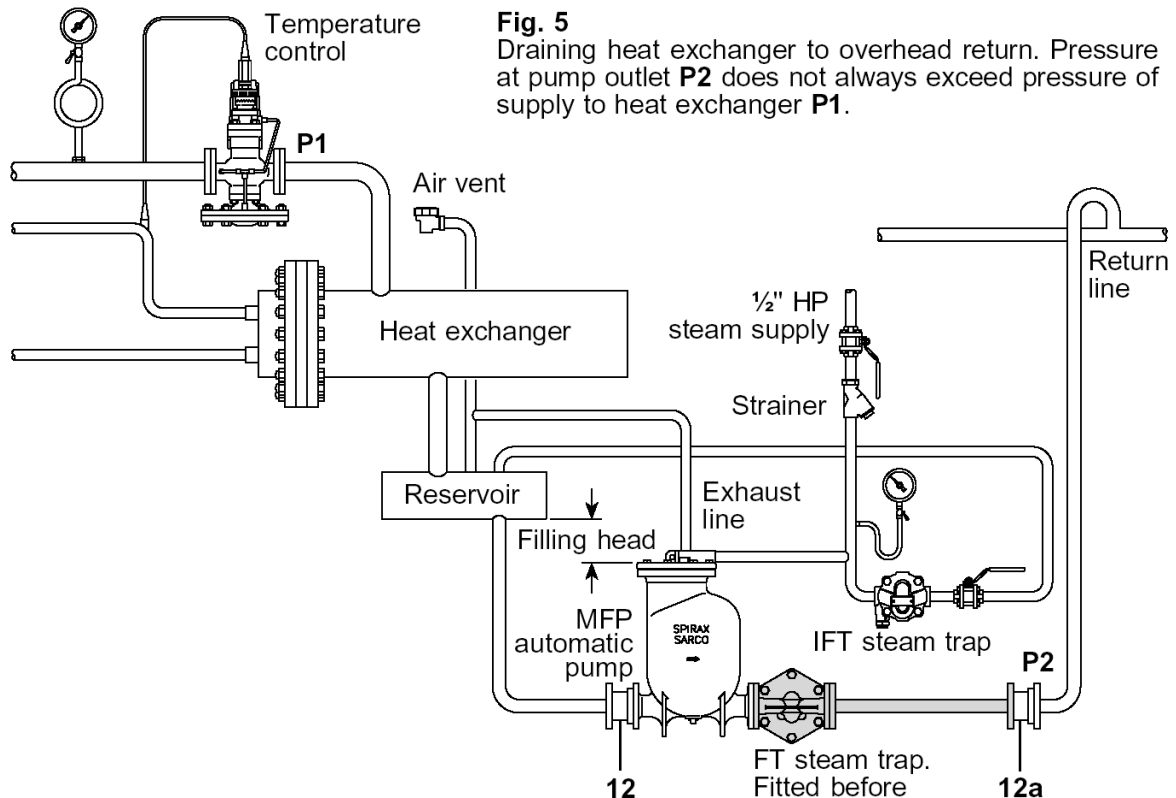

Fig. 5
6. Au cas où la contrepression dans la conduite de retour serait inférieure à la pression dans l'échangeur, un purgeur approprié à flotteur fermé et purgeur d'air thermostatique incorporé doit être installé entre la sortie de la pompe et le clapet de non-retour sur la décharge comme représenté à la fig. 5.